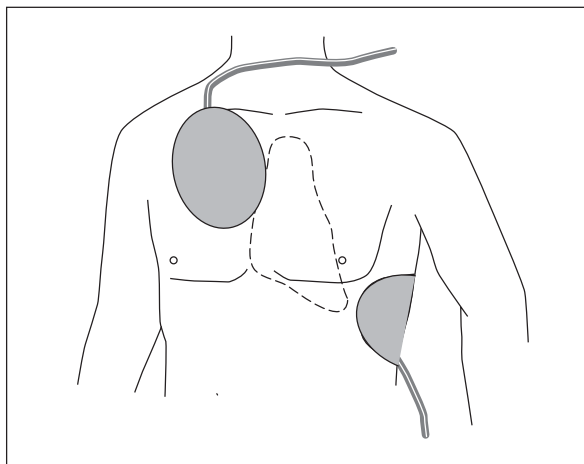

Bild 5-2. Applikationsstellen der Defibrillationselektroden
- Achten Sie vor dem Aufkleben der Elektroden darauf, dass die am Patienten dafür vorgesehenen Stellen (Bild 5-2) sauber und trocken sind. Reinigen Sie die Haut ausschließlich durch festes Abreiben mit einem trockenen Tuch. Verwenden Sie keinen Alkohol oder alkoholhaltige Tücher. Dies kann zu erhöhtem Übergangswiderstand führen. Rasieren Sie bei behaarten Patienten die Stellen gründlich.